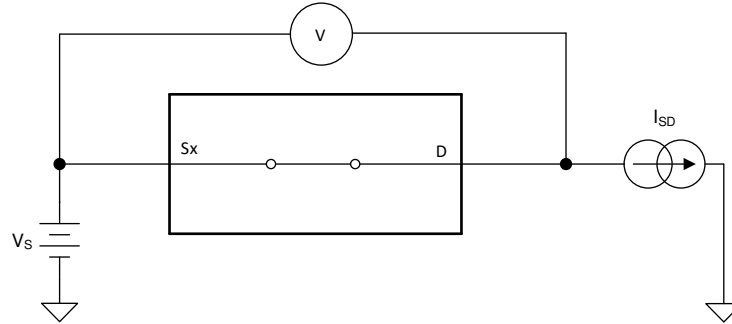

图 6-1. 导通电阻测量设置
器件的导通电阻是器件源极 (Sx) 和漏极 (D) 引脚之间的欧姆电阻。导通电阻随输入电压和电源电压的变化而变化。符号  $R_{ON}$  用于表示导通电阻。图 6-1 展示了用于测量  $R_{ON}$  的测量设置。电压 (V) 和电流 ( $I_{SD}$ ) 可通过此设置进行测量，而  $R_{ON}$  可通过  $R_{ON} = V/I_{SD}$  来计算：